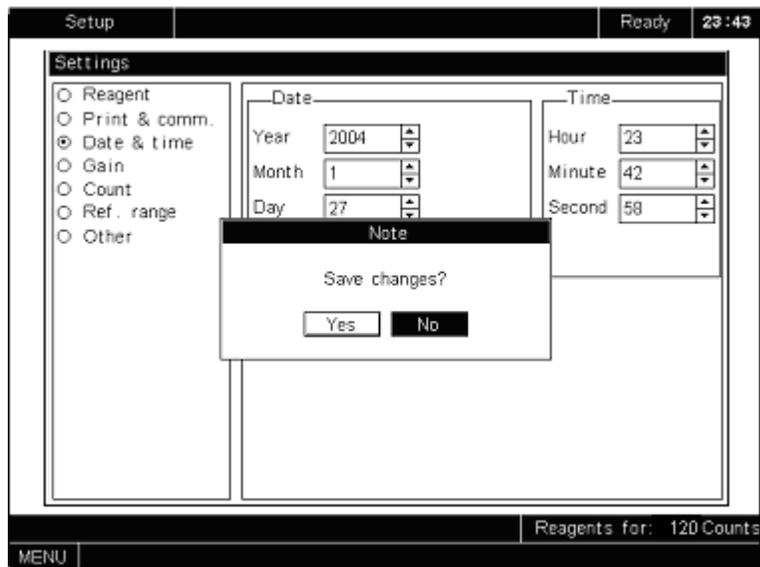

Рисунок 5-18 Сохранение изменений
2. Нажмите [MENU] и появится сообщение, которое предложит Вам сохранить настройки, как показано на рис. 5-18. Нажмите **“Yes”**, чтобы сохранить изменения и выйти в системное меню; или нажмите **“No”**, чтобы выйти в системное меню без сохранения.